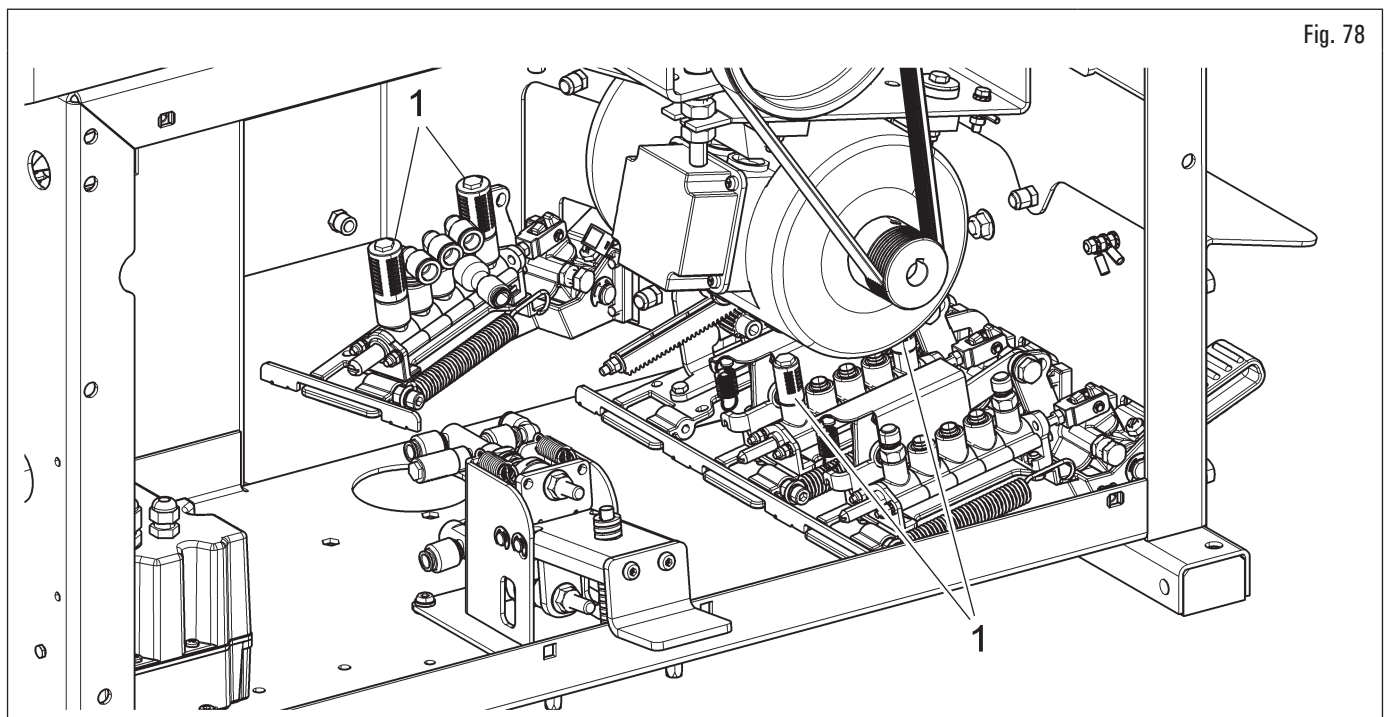

Fig. 78
- Nettoyage et/ou remplacement des silencieux (Fig. 78 réf. 1) :
2. dévisser les silencieux (Fig. 78 réf. 1) situés sur les distributeurs d'asservissement aux pédales de commande mouvement mandrin à mâchoires et dispositif décolle-pneus ;